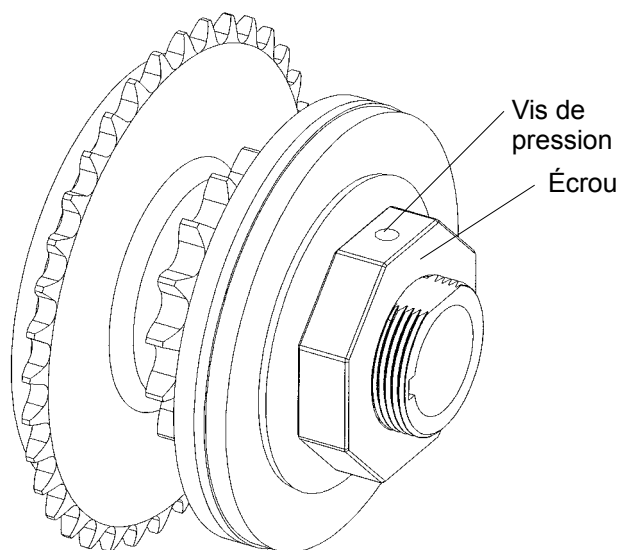

Figure 36 - Ajustement du limiteur de couple
1. Dé-serrer la vis de pression du limiteur de couple, voir Figure 36.